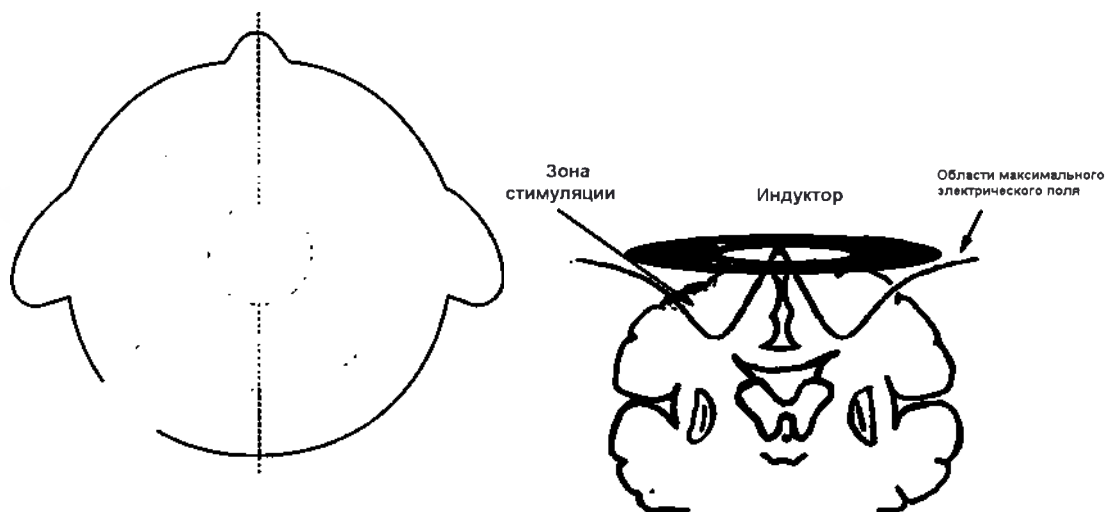

Рис. 17. Положение кольцевого индуктора при регистрации М-ответа с правой стороны при бифазной стимуляции.
- **Кольцевой индуктор.** В большинстве случаев необходимо расположить индуктор так, чтобы сторона **В** была видима оператору, а сторона **А** была обращена к пациенту (рис. 17) (для получения ответа с левой стороны следует направить к оператору сторону **А**).